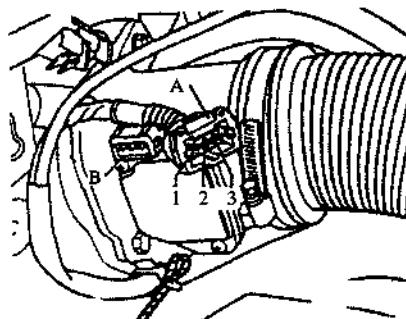

图 2.7 拔下空气流量计的三针插头
① 如图 2.7 所示，拔下空气流量计的三针插头。
② 将万用表连接在三针插头的触点 3 和发动机接地线之间。启动发动机并怠速运转，电压允许值为 11V~15V。关闭点火开关。
③ 如果电压正常，则检查空气流量计信号线和接地线，如果无电压，按电路图检查三针插头的触点 3 与燃油泵继电器 J17 的导线是否导通。